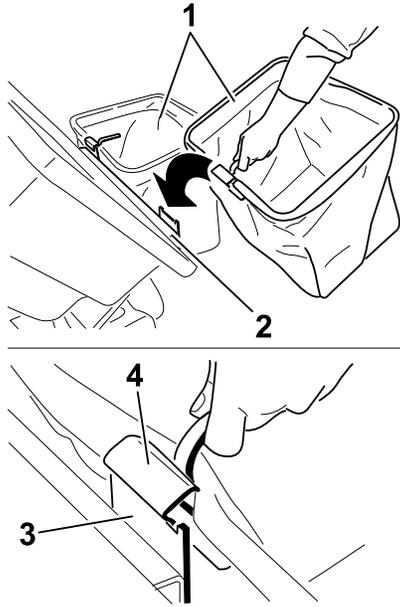

Figure 22
4. Soulevez le couvercle et installez les bacs en accrochant les crochets de l'armature sur les pattes de retenue (Figure 22).